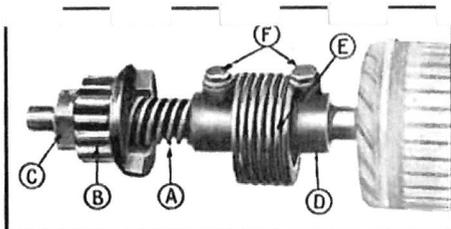

Fig. 334. — Ensemble du bendix.
- 4—Relever l'arrêteur de la vis spéciale fixant le bendix sur l'arbre, enlever cette vis, puis retirer le bendix (fig. 334).